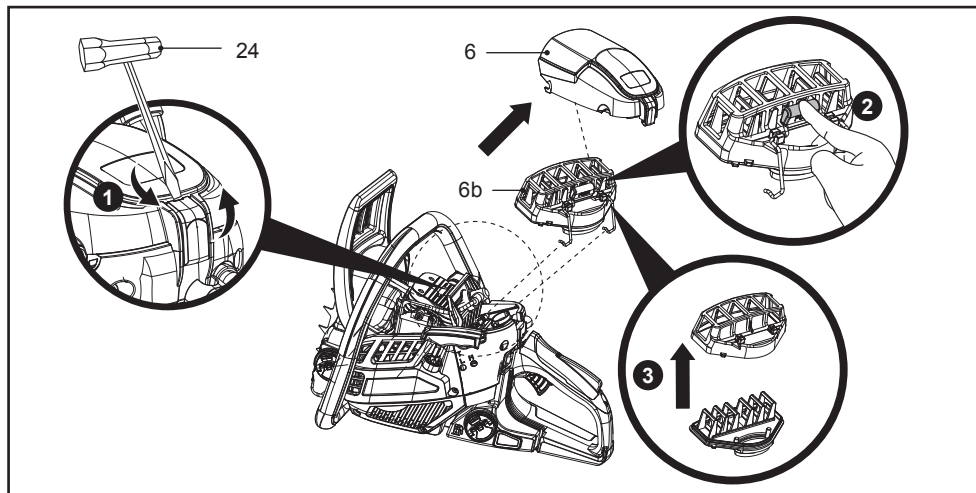

Fig. 46
1. Introdu unealta multifuncțională (24) în fanta de pe maneta de blocare și apasă în jos pentru a deschide capacul superior (6) (Fig. 46).
2. Apasă clapeta roșie înainte pentru a desprinde filtrul de aer (6b) (Fig. 46).
3. Folosind șurubelnița (28), separă filtrul de aer (6b) în cele două părți componente și lovește-le de o suprafață tare pentru a îndepărta praful. Folosește aer comprimat (max. 3 bar) pentru a îndepărta praful persistent.
4. Reasamblează cele două părți și montează la loc filtrul de aer (6b). Montează la loc capacul superior (6) și fixează-l cu maneta de blocare.